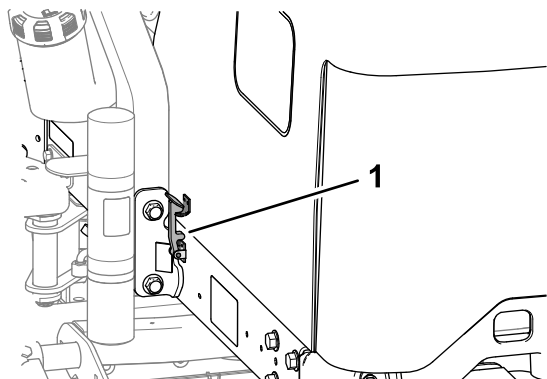

Figura 52
2. Ruotate il cofano in su e indietro (Figura 52).